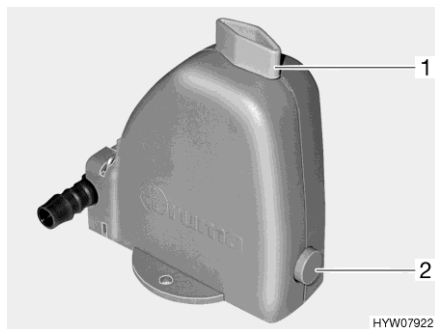

Fig. 117 Valve de sécurité et de vidange
Le chauffage est équipé d'une valve de sécurité et de vidange (Fig. 117). La valve de sécurité et de vidange évite que l'eau destinée à la préparation d'eau chaude ne gèle lorsqu'en cas de gèle, le chauffage n'est pas en marche.
- Fermer la valve de sécurité et de vidange. Tourner pour cela le bouton rotatif (Fig. 117,1) dans le sens transversal par rapport à la valve de sécurité et de vidange et enfoncer le bouton-poussoir (Fig. 117,2).
- Ouvrir la valve de sécurité et de vidange. Tourner le bouton rotatif (Fig. 117,1) dans le sens longitudinal par rapport à la valve de sécurité et de vidange. Le bouton-poussoir (Fig. 117,2) ressort. Le récipient d'eau sanitaire est vidé via la valve de sécurité et de vidange.